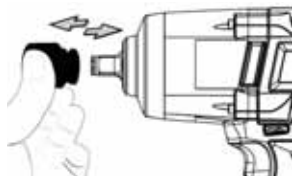

Рис. 1
1. Чтобы установить торцевую головку, вставьте ее в приводной шпиндель как можно глубже (см. рис. 1).